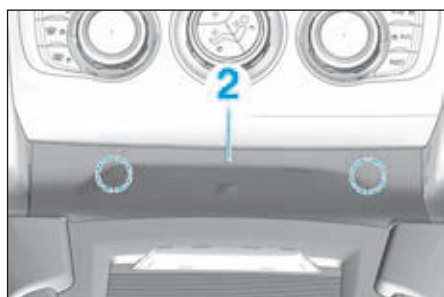

FIG.18
- Dégrafer la garniture (2) (Fig.18).
- Débrancher l'éclaireur et déposer la garniture (2).